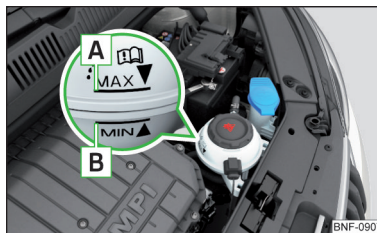

Fig. 142
Controllo del livello del liquido di raffreddamento - il livello del liquido di raffreddamento deve trovarsi tra le tacche **A** e **B** » **fig. 142**. Se il livello del liquido di raffreddamento è al di sotto della tacca **B**, rabboccare il liquido di raffreddamento.
Le **specifiche** del liquido di raffreddamento si trovano sul serbatoio di compensazione del liquido di raffreddamento » **fig. 142**.
- Non riempire il liquido di raffreddamento al di sopra della tacca **A** » **fig. 142**. Riscaldandosi, il liquido di raffreddamento potrebbe fuoriuscire dal sistema di raffreddamento - pericolo di danneggiare i componenti del vano motore.